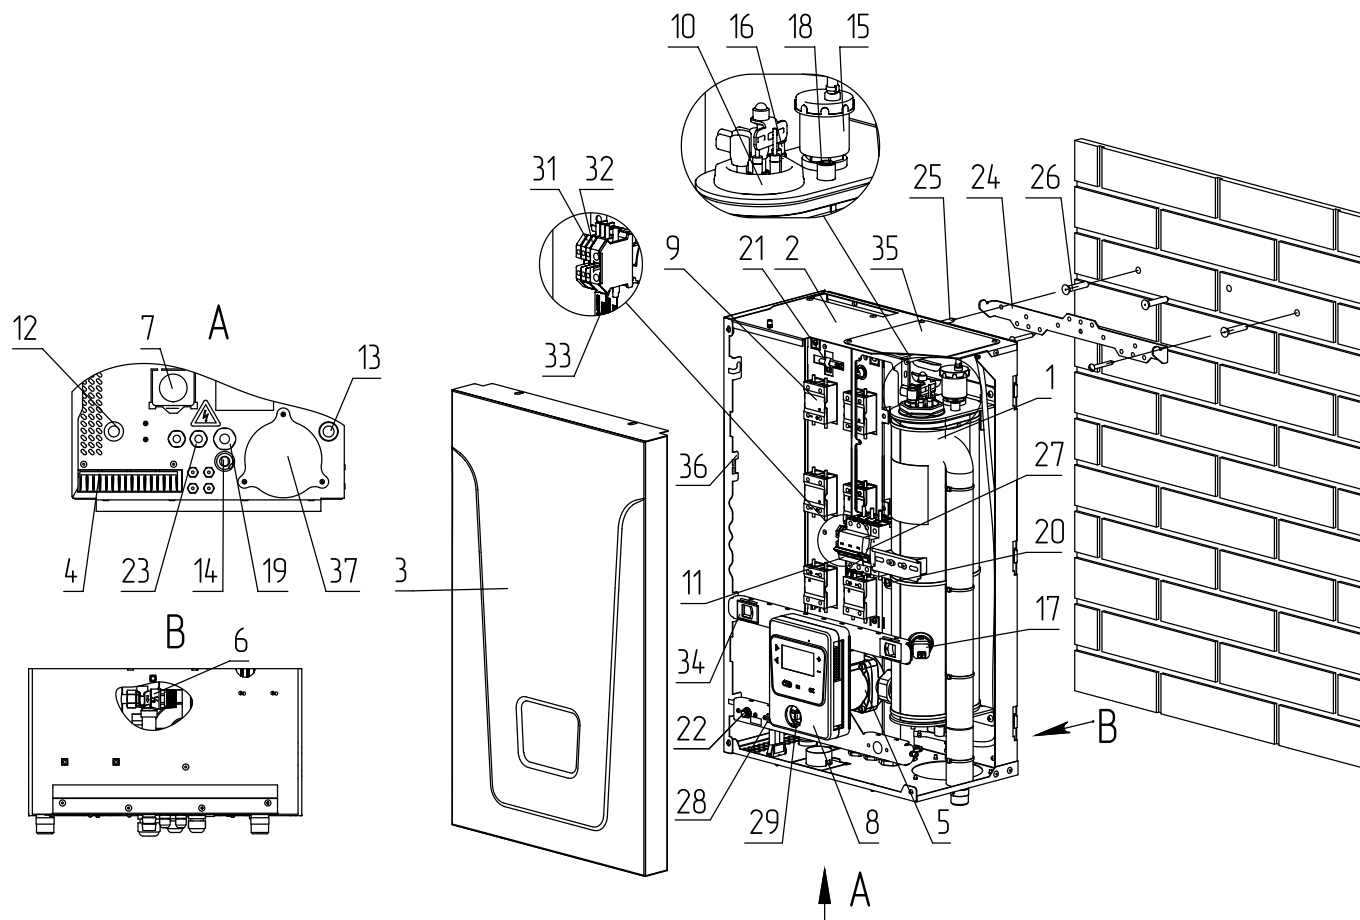

Рис.1 Конструкция котла
- установки запорной арматуры на линии отвода теплоносителя из предохранительного клапана электрического котла (Рис.1, 2, поз.14);
- Категорически запрещается устанавливать запорную арматуру на патрубок сброса теплоносителя из предохранительного клапана электрического котла (Рис.1, 2, поз.14).